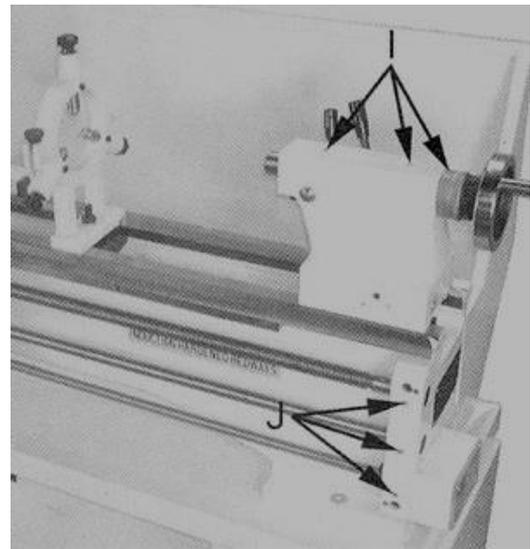

Рис. 26
- Промаслить 3 смазочных ниппеля (I, рис.26).
- Промаслить 3 смазочных пресс-масленки (J, рис.26).